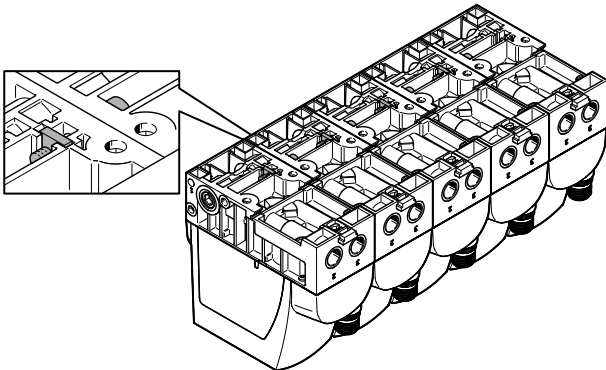

Fig. 3 Резьбовое соединение нижней стороны регуляторов
- Соедините регуляторы на нижней стороне с помощью винтов с цилиндрической головкой и четырехгранных гаек. Момент затяжки: $1,2 \pm 0,2$ Н·м → Fig.3